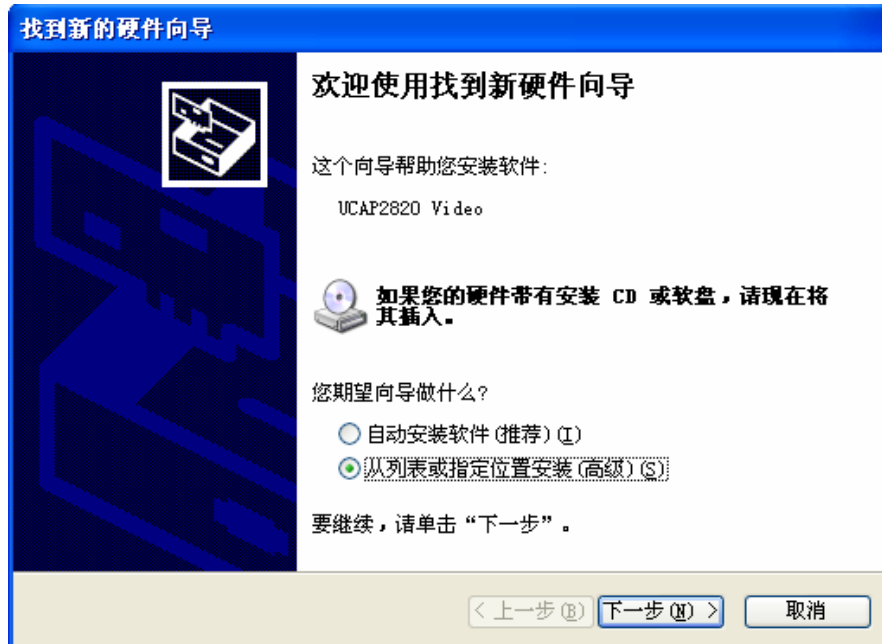

图 1
- 2、这时电脑提示发现新硬件（图 1），按照硬件安装向导提示的操作，选择“从列表或指定位置安装”，然后点击“下一步”继续。